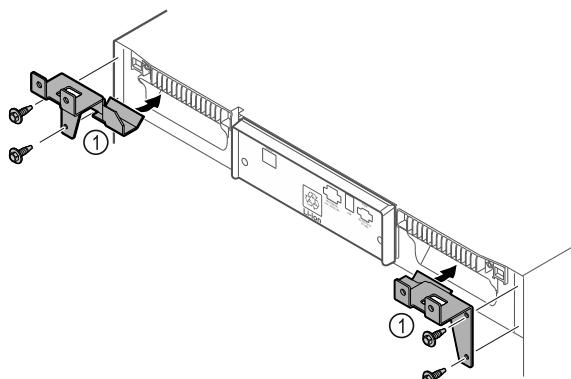

Fig. 10
- Змонтовати деталі кріплення Fig. 10 (1) за допомогою саморізів на пристрій.